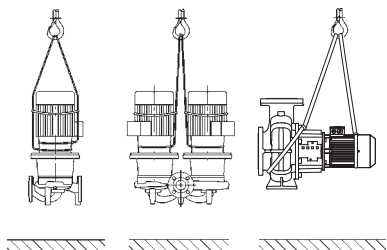

Fig. 6: Trasporto della pompa
- Gli occhioni per il trasporto sul motore servono solo per introdurre le cinghie durante il sollevamento (Fig. 6).